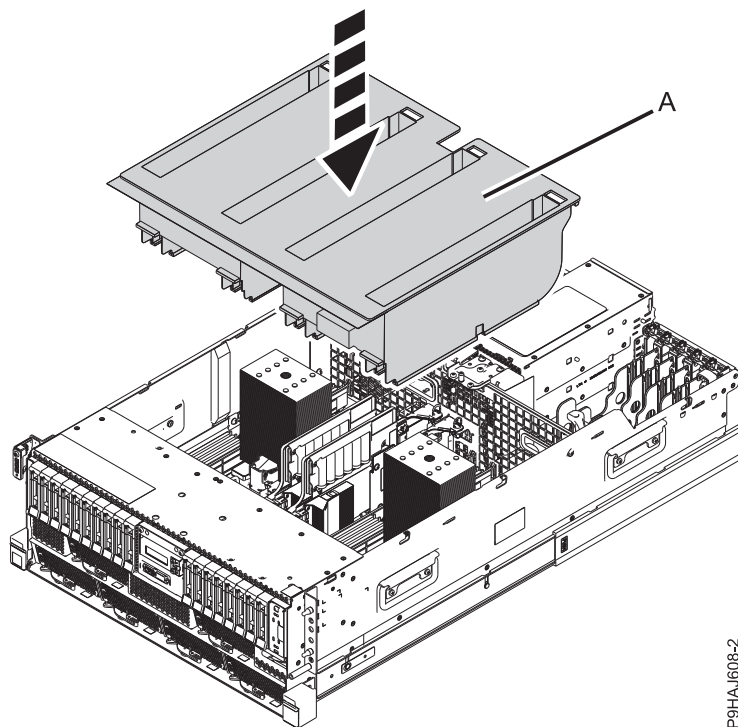
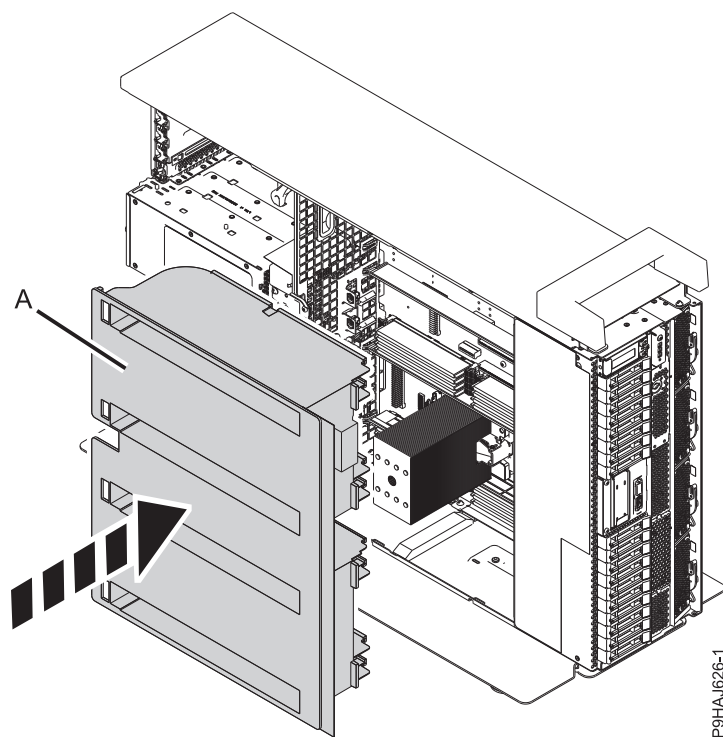

Figura 9. Com tornar a col·locar el deflector d'aire en un sistema muntat en bastidor
Figura 10. Com tornar a col·locar el deflector d'aire en un sistema autònom
6. Per un sistema muntat en bastidor, torneu a posar el deflector d'aire **(A)** dins del xassís, tal com es mostra a Figura 9 a la pàgina 10. Per un sistema autònom, torneu a posar el deflector d'aire **(A)** dins del lateral del xassís, tal com es mostra a Figura 10 a la pàgina 10.